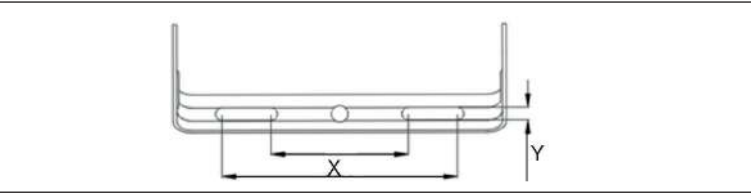

Fig. 5: Borehole distance
- Aprire il pressacavo M16 ruotandolo in senso antiorario fino a quando la morsettiera è esposta come mostrato in Fig. 5.